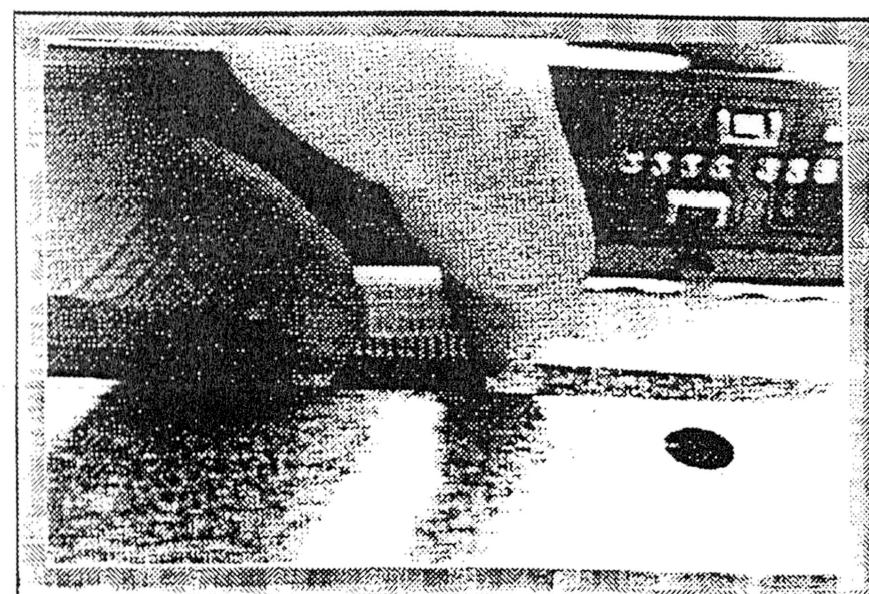
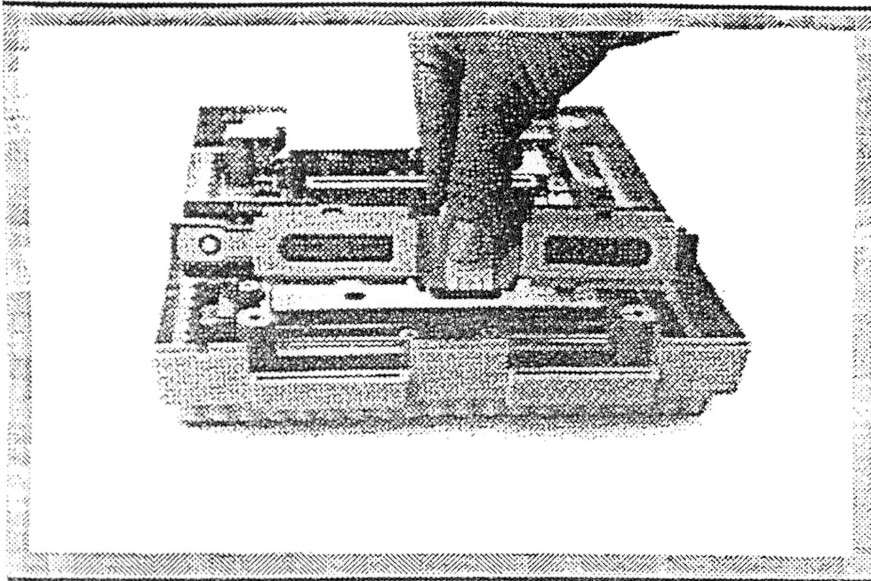

Fig. 9
Fig. 10
5. **Remoção do PCB da Porta do Controller:** O PCB da porta do controller é conectado com o PCB principal por um cabo de fita de 11 vias. Puxe, de leve, o cabo do conector (Fig. 9) e remova o PCB da porta do controller do gabinete inferior (Fig. 10).